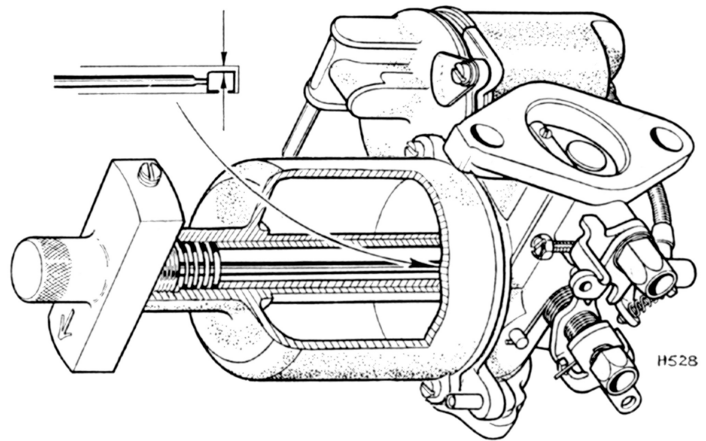

Fig. 70. Ajustement du pointeau
15. Insérer le tube d'alimentation en nylon (32) à la base du gicleur, sans le presse-étoupe (36) et la rondelle (35), et fixer sans serrer avec l'écrou (34).
16. Introduire le gicleur (31) dans la portée (39). A ce stade, ne pas poser le ressort (26), le limiteur de réglage de gicleur (27), ou l'écrou de réglage (28).
17. En positionnant le carburateur avec sa face d'admission vers le bas, et en se référant à la Fig. 70, insérer l'outil de montage de gicleur dans le tube d'amortissement par le sommet de la chambre d'aspiration et le visser jusqu'il soit bien en place. Desserer l'outil jusqu'à ce que la flèche, sur l'outil, pointe vers la face d'admission du carburateur.